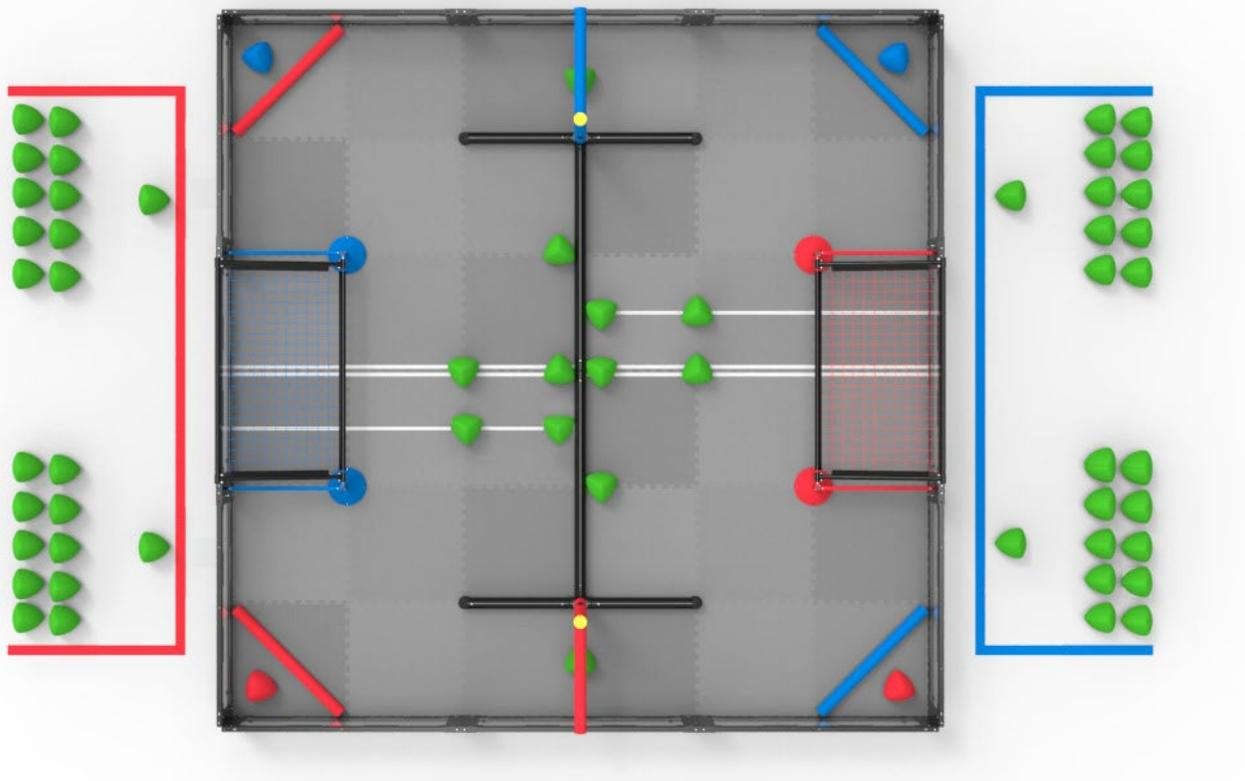

图41: VEX U 场地布置
除以下变动外（如图41所示），VEX U场地布置几乎与 VRC 粽横天下对抗赛完全一致。
- 赛局开始时，场地上有12个绿色粽球，如图41所示，
- 4个联队粽球起始位置位于赛局导入区内，如图41所示，